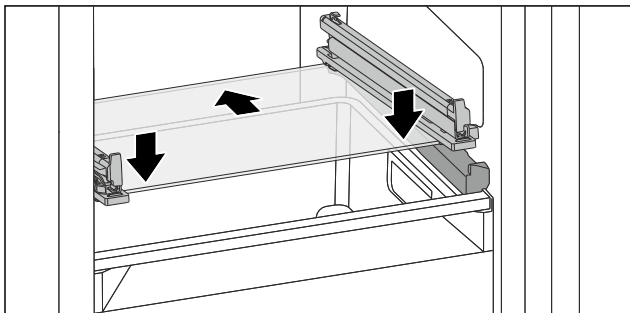

Fig. 178 Ripiano in vetro del cassetto ribaltabile
- Applicare il ripiano in vetro obliquamente dietro i fermi. (vedere Fig. 178)